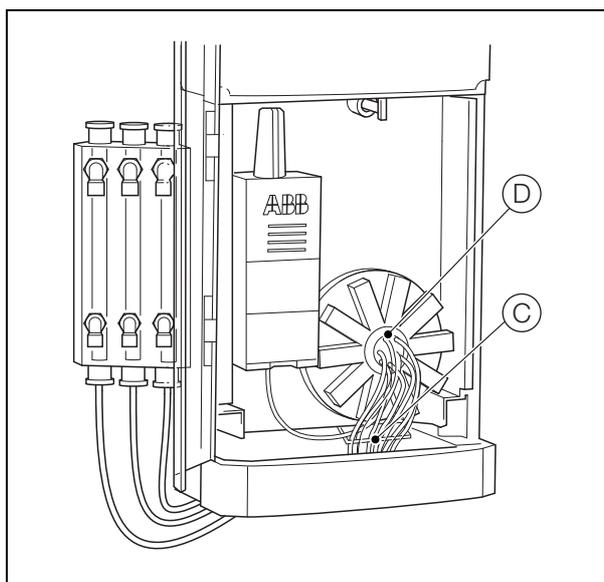

Fig. 13.5 Sostituzione del tubo di scarico
2. Con riferimento a Fig. 13.5:
- b. Rimuovere il fermo (C) e gettare via il tubo.
- c. Installare il nuovo tubo di scarico in base alle annotazioni prese nel passaggio a e collegarlo al connettore della valvola di scarico (D) sul collettore a valvola.